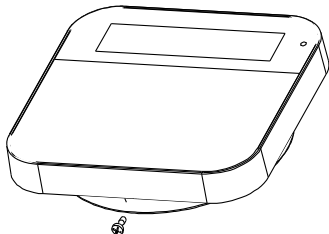

Figure 3
4. Serrez la vis du boîtier au bas du cache avant (reportez-vous à la Figure 3).
4. Retirez les piles et remplacez-les par des piles neuves. Veillez à respecter les polarités (reportez-vous à la Figure 3).